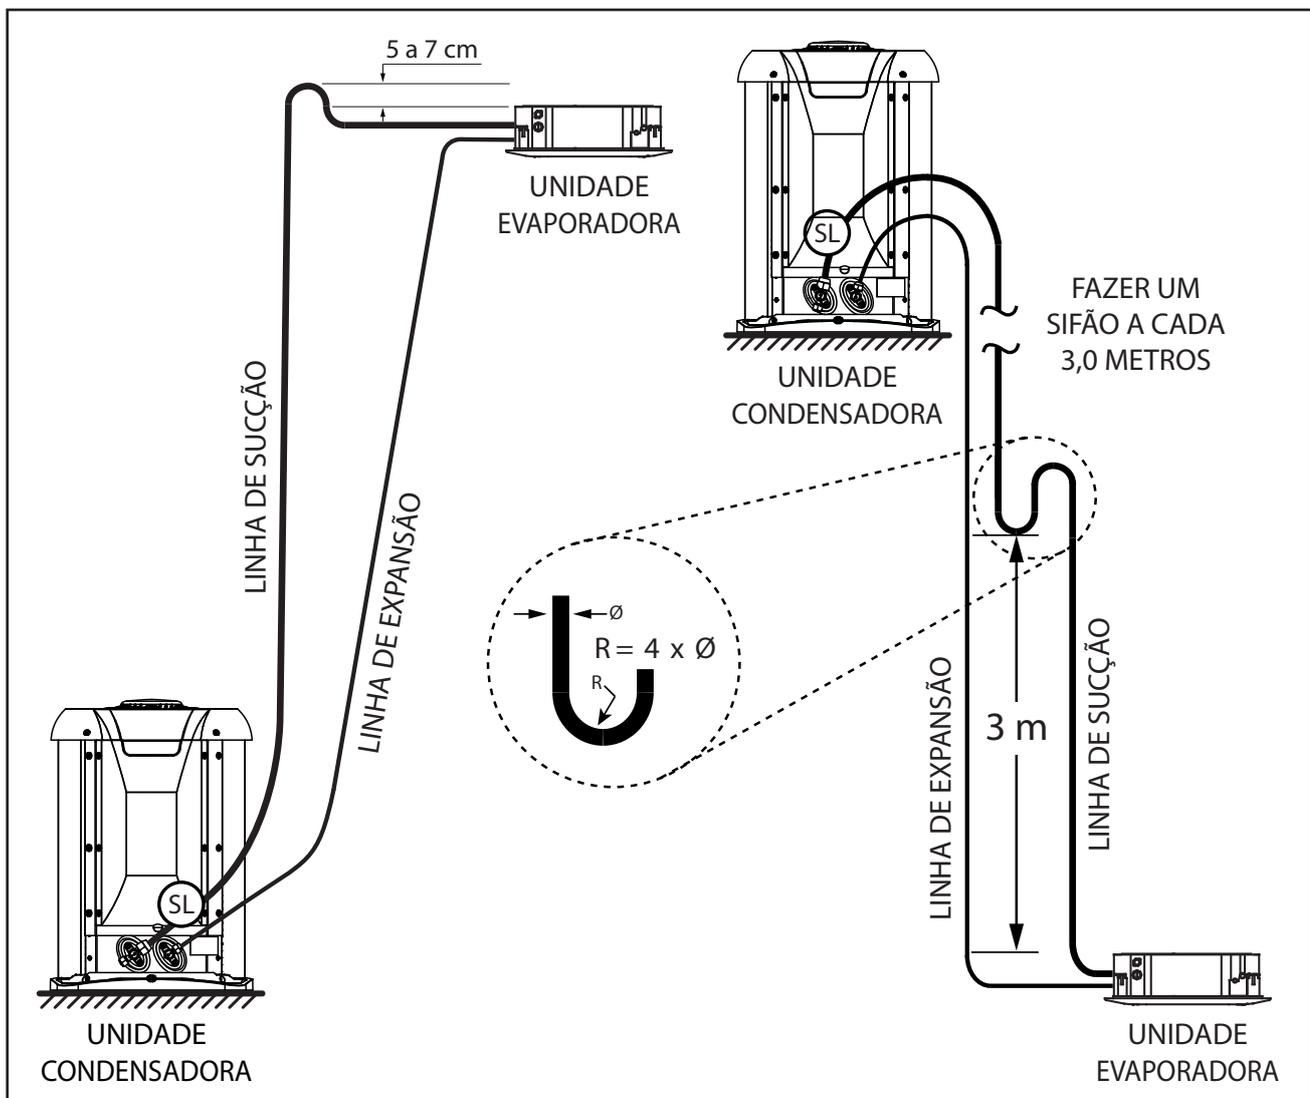

FIG. 39 - INSTALAÇÃO LINHAS DE INTERLIGAÇÃO
- 1º Elevar a linha de sucção acima da unidade evaporadora antes de ir para a unidade condensadora (entre 5cm e 7cm), quando a evaporadora estiver acima ou no mesmo nível da condensadora. (Fig. 39)
- 2º Quando a unidade condensadora estiver em um nível superior ao da unidade evaporadora, fazer sifões nas subidas da linha de sucção a **cada 3,0 m**, considerando desde a saída da evaporadora. (Fig. 39)